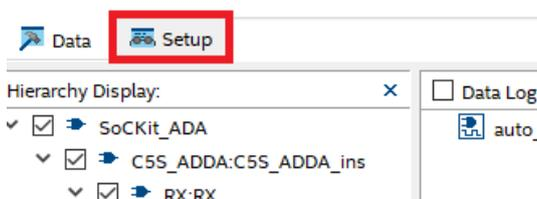

Рисунок 2.3 – Вкладка Setup
8) Если все верно, то теперь необходимо изменить тактовый сигнал в Signal Tap, с 40 МГц на 10, так как после дециматора все блоки работают с частотой 10 МГц. Для этого откройте вкладку Setup (Рисунок 2.3).